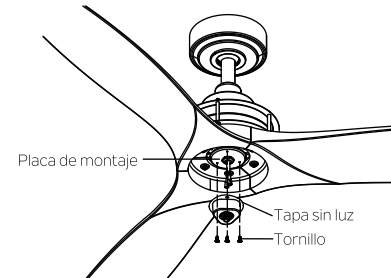

Fig. 19
**Paso 2.** Acople la tapa sin luz a la placa de montaje utilizando los tres tornillos de la placa de montaje retirados en el paso anterior y ajústelos bien. (Fig. 19)